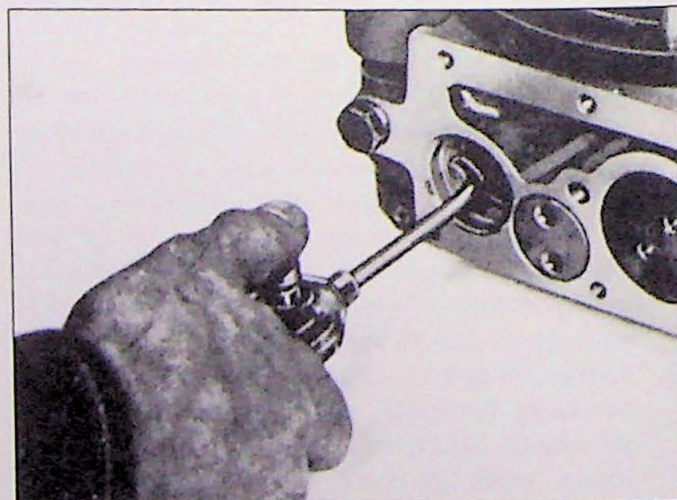

Fig. 7.26. Schoonblazen van de sproeier.
4. Voor montage van de delen van het reduceerventiel is het aan te raden de gecalibreerde doorvoer met perslucht schoon te blazen (Fig. 7.26).
De doorvoer is te bereiken door de cilinder van het reduceerventiel te verwijderen volgens bovenstaande methode. Blaas de doorvoer schoon met perslucht (Fig. 7.26).